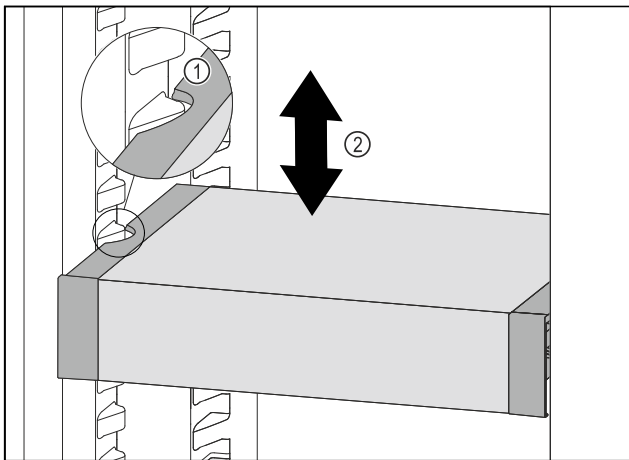

Fig. 140
- VarioSafe nach vorne ziehen, bis sich die seitlichen Aussparungen des VarioSafes auf Höhe der Behälterrippe im Kühlteil befinden. Fig. 140 (1)
- VarioSafe im Kühlteil nach oben oder unten bewegen, bis gewünschte Höhe erreicht ist. Fig. 140 (2)